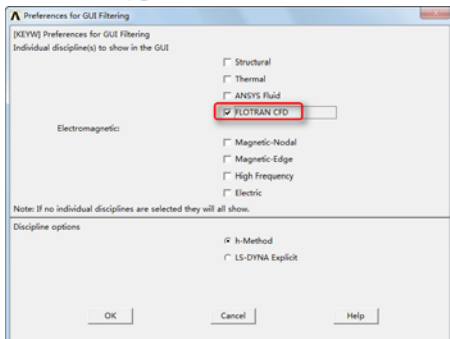

图 7-78 “Preferences for GUI Filtering”对话框
③设置参数：依次选择 Main Menu→Preferences，会出现“Preferences for GUI Filtering”对话框，选择“FLOTRAN CFD”，如图 7-78 所示，单击“OK”按钮关闭该对话框。